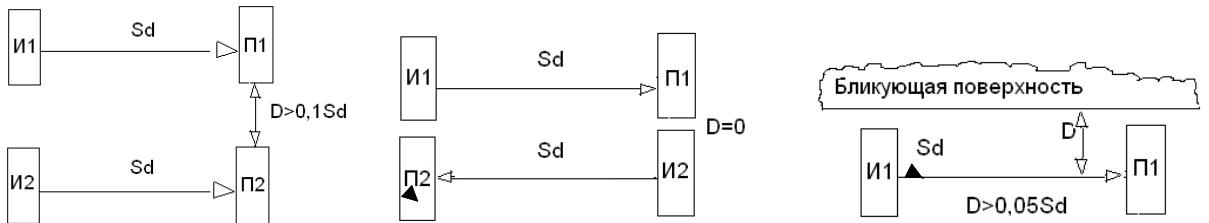

Рис. 3 Варианты установки ДПО-Э20
- 5.6 При монтаже ДПО-Э20 необходимо учитывать ограничения по их расположению, показанные на Рис.3.